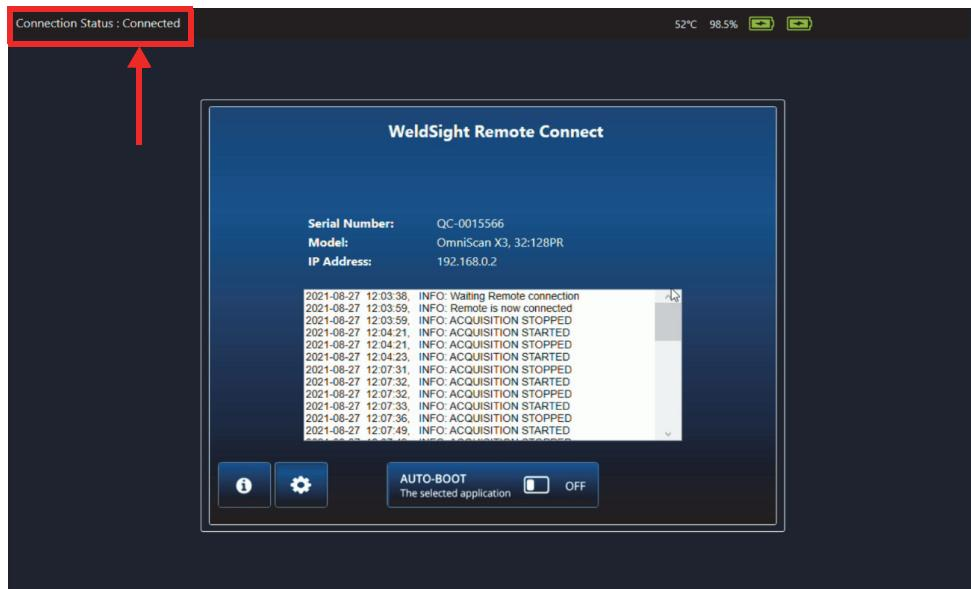

図 7-6 接続状態 - Connected
7. すべてが正しく設定されていれば、WeldSight Remote Connect のステータスが Ready から Connected （(77 ページの図 7-6).）になります。